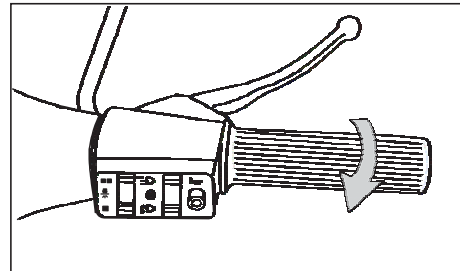

Abb. 25
4. **GASGRIFF:** auf der rechten Lenkerseite. Es handelt sich um ein Drehgriff. Um die Beschleunigung zu erhöhen, den Griff zu sich drehen. In die umgekehrte Richtung drehen, um die Geschwindigkeit zu verringern (Abb. 25).